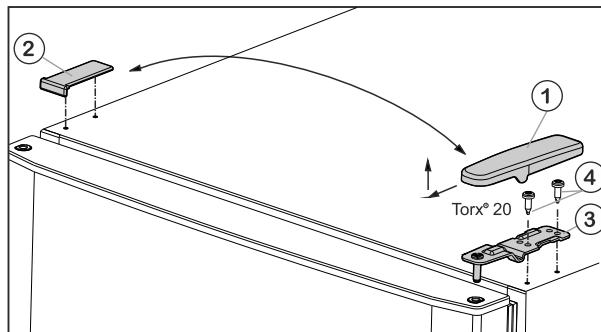

Fig. 5
- Потяните крышку Fig. 5 (1) вперед и вверх.
- Снимите крышку Fig. 5 (2).
- Открутите верхний опорный кронштейн Fig. 5 (3) (2 шт. Torx® 20) Fig. 5 (4) и вытяните вверх.
- Установите верхний опорный кронштейн Fig. 5 (3) на новой стороне шарнира и защелкните в дверце.
- Привинтите верхний опорный кронштейн **(с моментом 4 Нм)** (2 шт. Torx® 20) Fig. 5 (4). При необходимости используйте аккумуляторный шуруповерт.
- Наденьте и защелкните крышку Fig. 5 (1) на противоположной стороне снаружи.
- Также наденьте сверху и защелкните крышку Fig. 5 (2) на противоположной стороне.